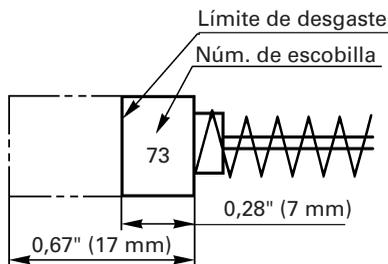

Fig. 20
4. Inspeccionar los escobillas de carbón (Fig. 20)
**NOTA:** Utilice las escobillas HITACHI Núm. 73 indicadas en la Fig. 20.